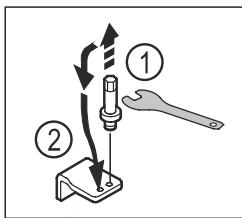

Fig. 18
- ▶ Відкрутіть болт нижнього опорного кронштейна за допомогою шестигранного ключа SW5. Fig. 18 (1)
- ▶ Вставте болт із протилежного боку. Fig. 18 (2)